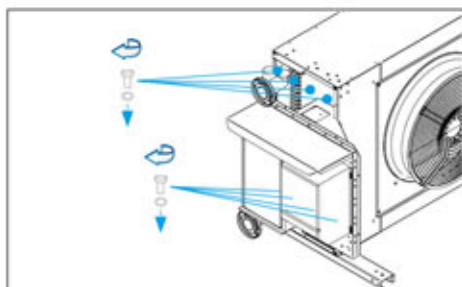

FIG.36
- Fixer à nouveau le panneau aux supports, et les câbles au panneau (FIG.36).